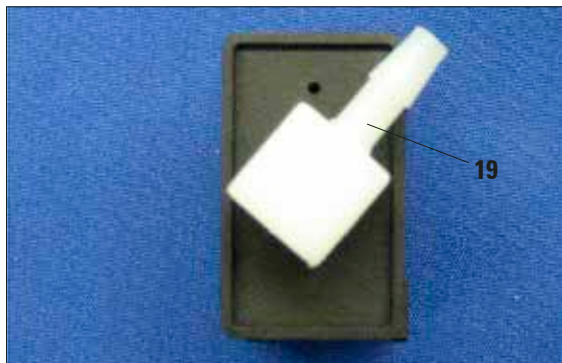

Abb. 28
Wenn zwei Spülstationen unmittelbar nebeneinander liegen sollen, muss der Anschluss (19) der linken Station wie in Abb. 28 dargestellt, ausgerichtet werden.